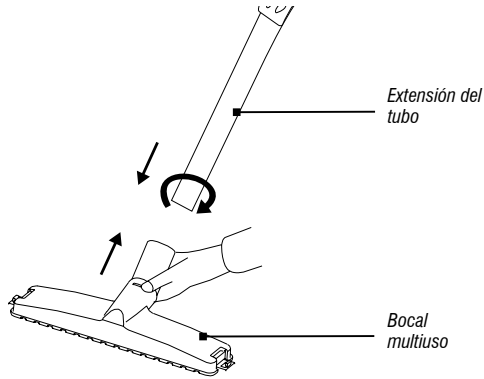

Fig. 9 – Montaje del bocal
- Conecte el tubo de aspiración en el bocal multiuso, en el bocal cepillo o en el bocal para rincones, según muestra la Fig. 9;